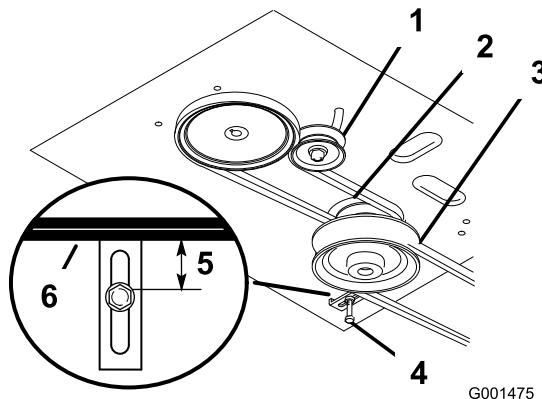

Figure 41
8. Vérifiez que le guide de courroie sous le bâti du moteur est réglé correctement (Figure 41).
**Remarque:** Le guide de courroie et la courroie du tablier de coupe doivent être espacés de 19 mm (3/4") quand la courroie est engagée (Figure 41). Réglez la courroie du tablier de coupe au besoin. La courroie désengagée ne doit pas traîner ni tomber de la poulie quand les guides et la tension de la courroie sont réglés correctement.